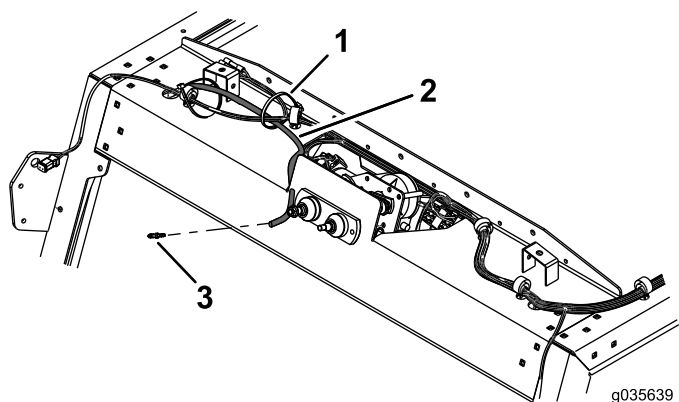
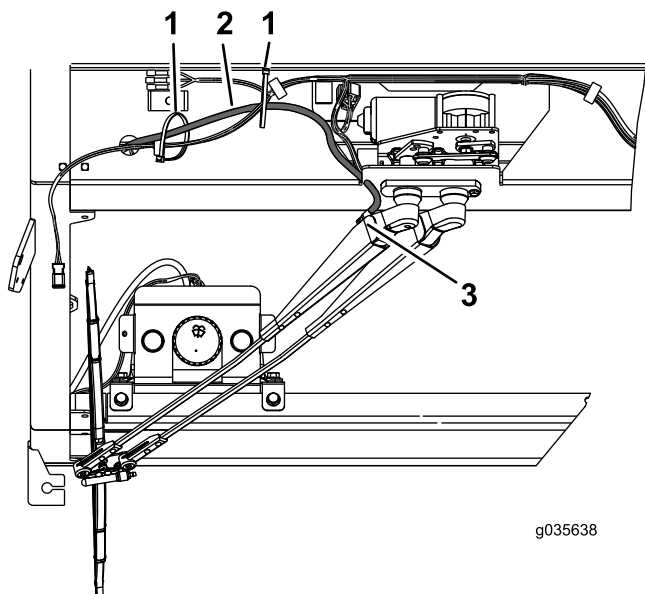

Bild 10
Bild 11
7. Befestigen Sie die Schlauchzahnung im Schlauch am Pumpenmotor und schließen sie am Scheibenwischerarm an (Bild 10 und Bild 11).
8. Befestigen Sie den Schlauch mit den Kabelbinden am Kabelbaum, wie in Bild 11 abgebildet.